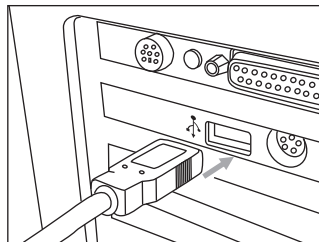

图27
- 将USB传输线的另一端插入电脑主机背后之空闲连接口，如图27: